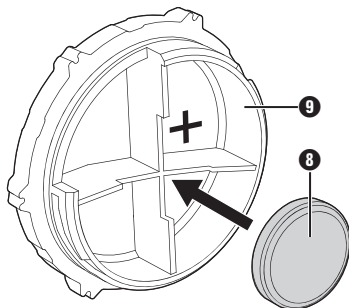

Abb. 1
- ◆ Stecken Sie eine 3,0 V-Batterie Typ CR 2032 **8** in den Batteriefachdeckel **9**. Achten Sie dabei auf die richtige Polarität (siehe Abb. 1).